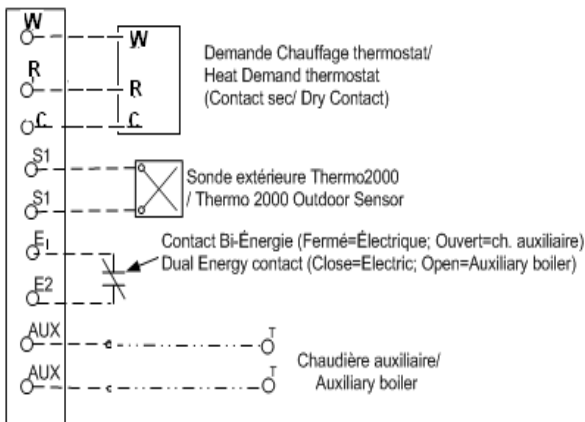

Figure 8 : Raccord sans valve 3 voies
- Si l'installation est telle qu'illustrée à la figure 8 donc avec une valve trois voies : Installer un câble de calibre 18 et 3 conducteurs entre la valve et le bornier de la chaudière électrique. Raccorder par la suite l'interrupteur de fin de course (fil gris et orange) de la valve au T T de la chaudière auxiliaire. La température d'opération de la chaudière auxiliaire n'est pas contrôlée par le contrôleur de la chaudière électrique, elle doit être contrôlée par ses propres contrôles d'opération et de limite.